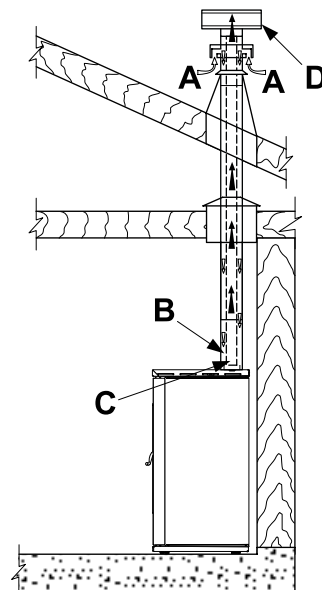

Fig. 5.5
- canalizzare l'aria comburente sfruttando un tubo di scarico coassiale per l'espulsione dei fumi ed il prelievo dell'aria; pertanto non è necessario fare una classica presa d'aria nel locale (fig. 5.5 A,B=Ingresso aria C,D=Uscita fumi);